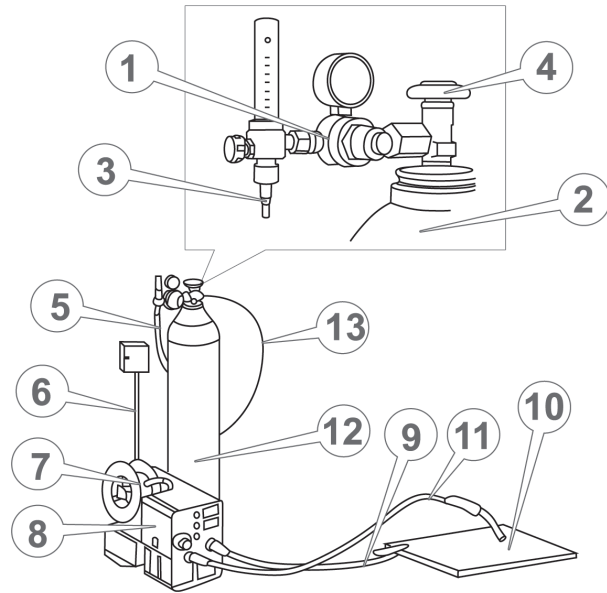

Рисунок 4. Схема під'єднання обладнання для роботи в режимі напівавтоматичного дугового зварювання із використанням середовища захисного газу.
- під'єднати редуктор до балона із захисним газом і надійно затягнути гайку (рис. 4);
- під'єднати газовий рукав до штуцера редуктора балона і надійно закріпити хомутом (постачається разом з редуктором) (рис. 4);
- під'єднати газовий рукав іншим кінцем до штуцера «ПІД'ЄДНАННЯ ГАЗУ» (17, рис. 1) зварювального апарату і надійно закріпити хомутом (постачається разом з редуктором) (рис. 4);
12. Відкрити клапан балона із захисним газом, повернувши вентиль проти ходу годинникової стрілки (рис. 4). Витрату захисних газів рекомендується встановлювати 0,85–1,00 м³/год під тиском 0,138–0,207 МПа.